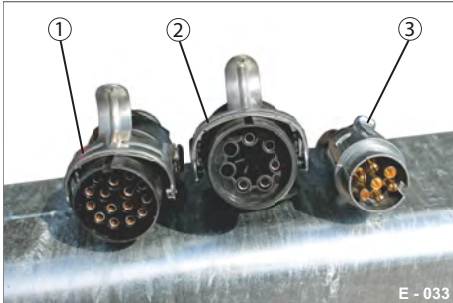

Abb. 18 Stecker 12 V - 24 V
- ▶ Verbinden Sie den Elektrik-Stecker (Abb. 18/1 oder 3) und den entsprechenden EBS-Stecker (Abb. 18/2) für 12 V bzw. 24 V mit der Zugmaschine.